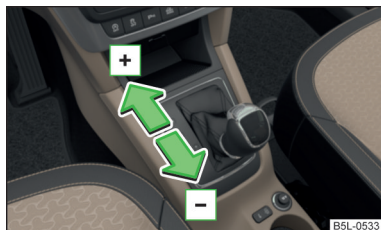

Fig. 129
- Para **subir la marcha**, pulsar la palanca selectora hacia adelante **+** » fig. 129.
- Para **bajar la marcha**, pulsar la palanca selectora hacia atrás **-** » fig. 129.